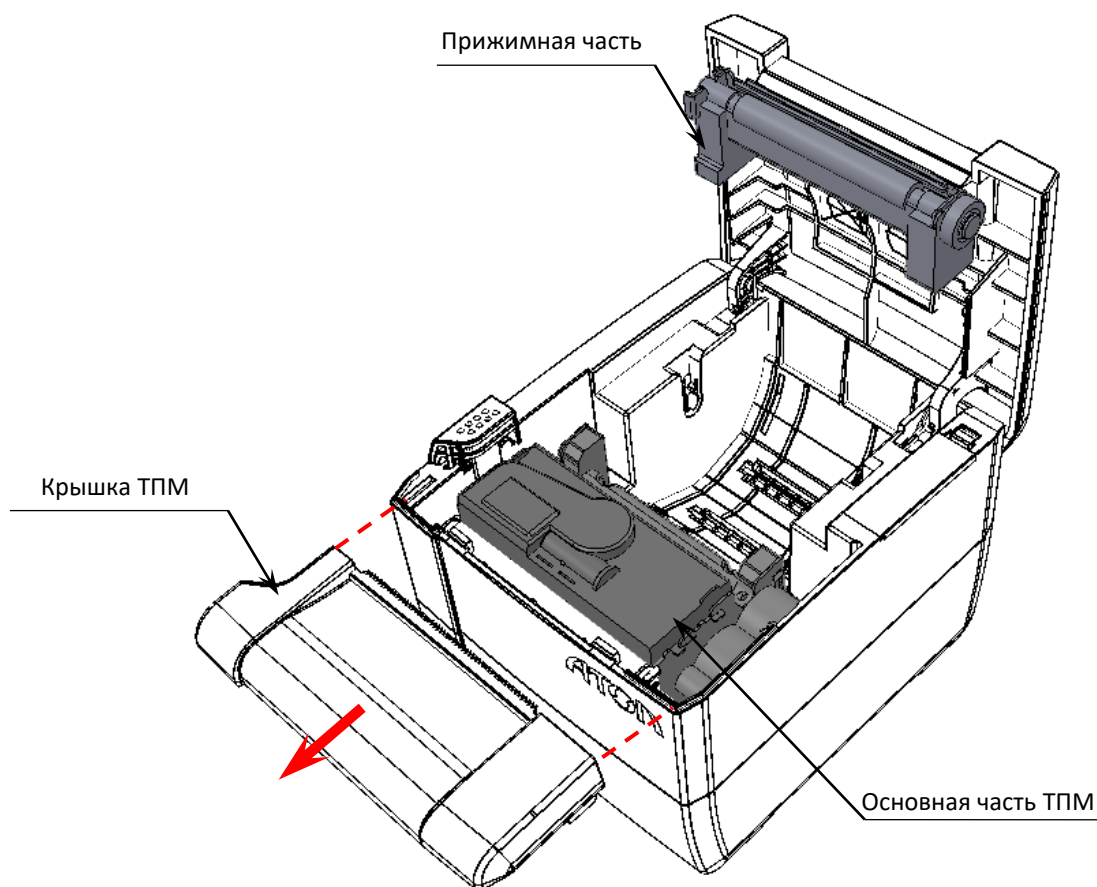

Рисунок 14. ТПМ в корпусе ККТ
1. Отделить съемную панель (крышку) от корпуса ККТ, получить доступ к ТПМ (см. рисунок 14).